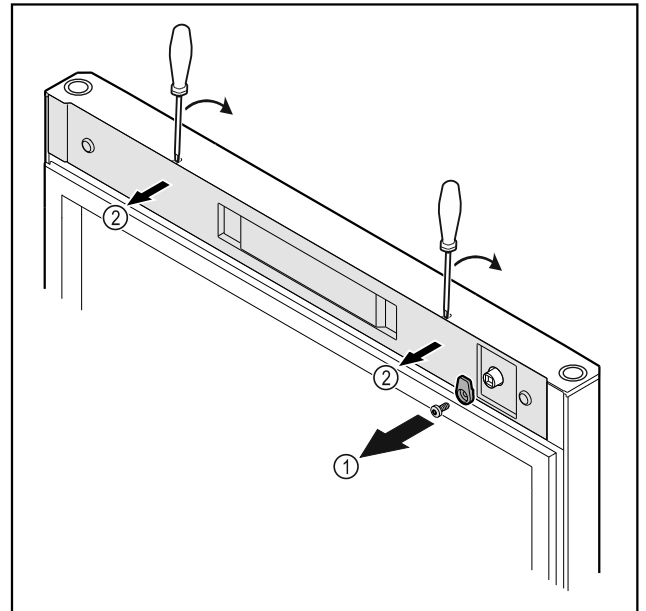

Fig. 21
- ▶ Schließhaken Fig. 21 (1) abschrauben.
- ▶ Abdeckung Fig. 21 (2) mit einem kleinen Schraubendreher ausrasten und abnehmen.